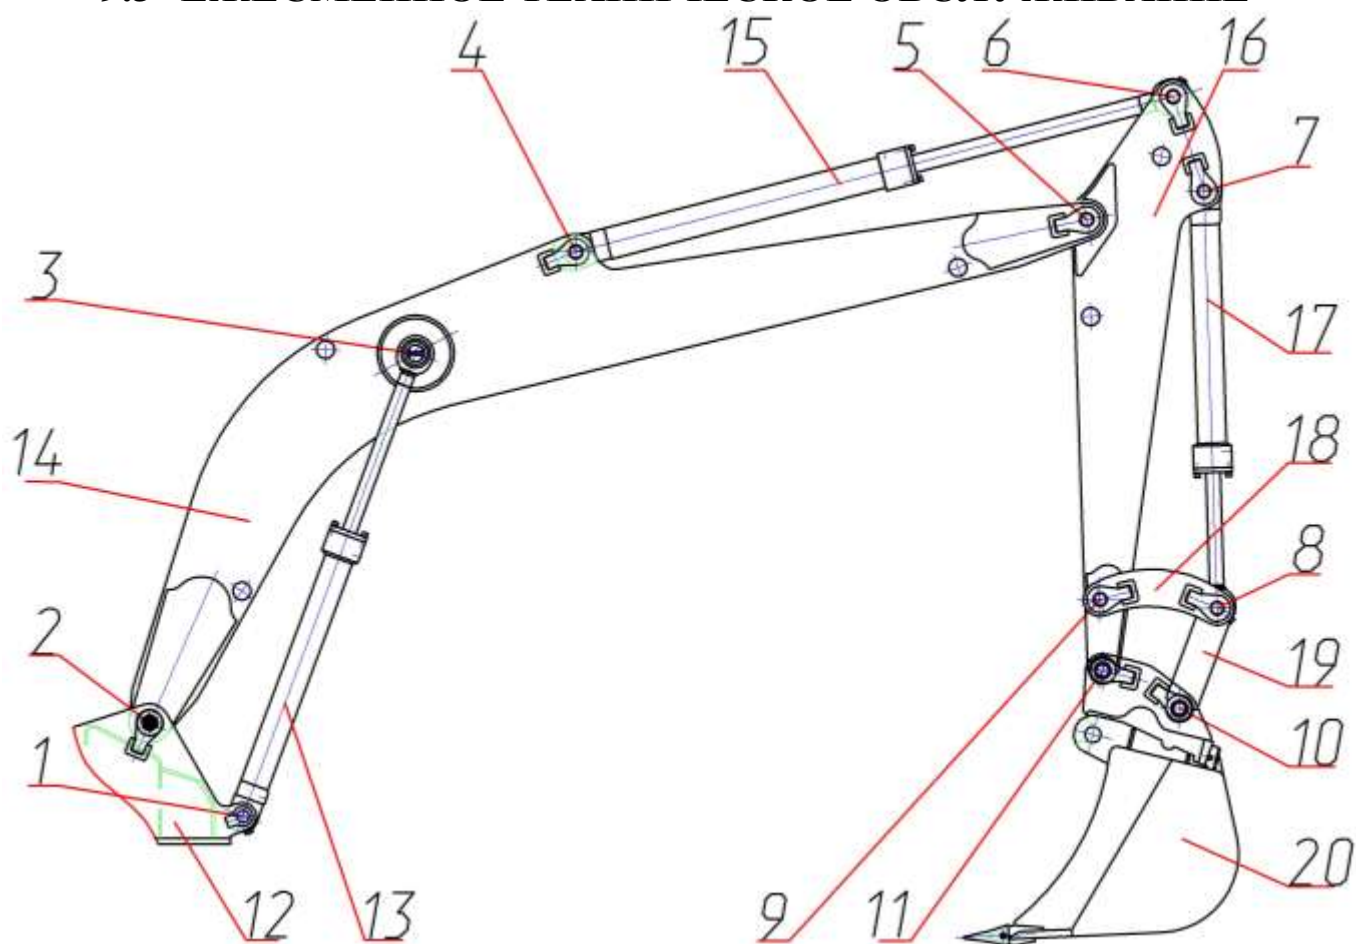

Рис. 9.3.1 Смазка пальцев рабочего оборудования.
**Ежедневно проводите смазку пальцев поз. 1- 11 рис. 9.3.1.**